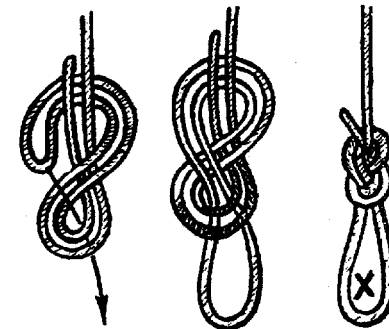

Рис. 12.
*Проводник восьмерка (фламандская петля, плетный задний узел)* вяжется на сложенной вдвое веревке. Представляет собой прочную и легко развязываемую петлю на конце веревки. Узел проводника восьмерка пригоден для вязки как на основных, так и на вспомогательных веревках и почти не ослабляет прочность веревки. Поэтому страховочный узел вязать не нужно (рис. 12).